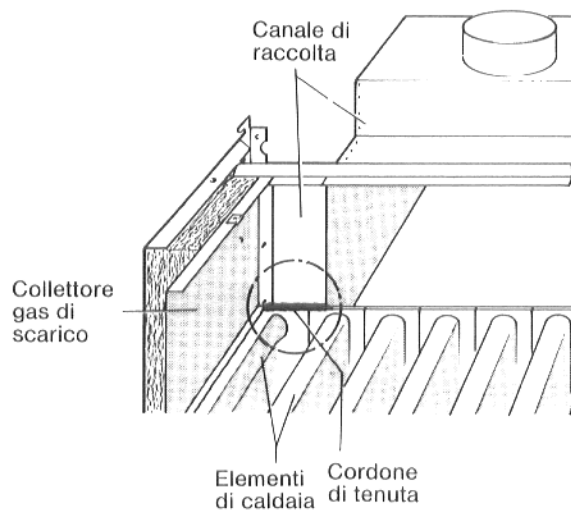

Fig. 10 - Ermetizzazione del canale di raccolta
- Porre da sopra il cordone fra il canale di raccolta e gli elementi esterni, premendolo con forza (Fig. 10).